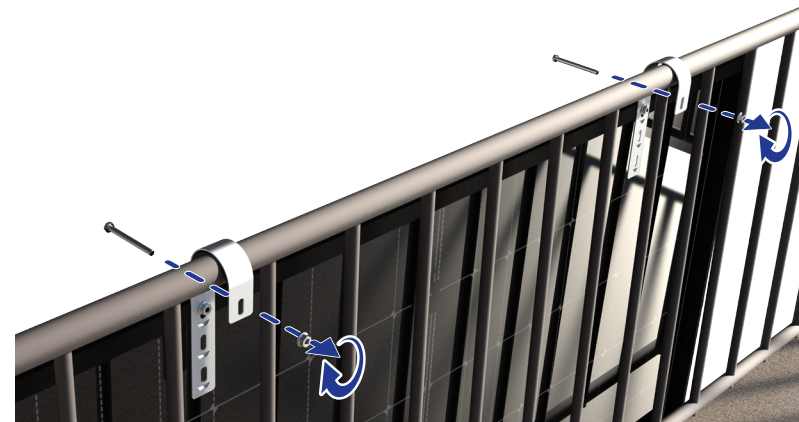

Fig. 11
4. Posizionare i ganci sul corrimano del balcone (↗Fig. 11).
5. Avvitare il bullone M8x90 per fissare il pannello al corrimano del balcone (↗Fig. 11).